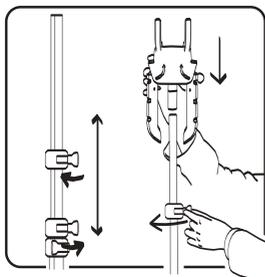

рис.1
6.1.4 Установите коннектор для подсоединения вешалки в отверстие на основании вешалки, а затем зафиксируйте вешалку для одежды на стойке. Закрепите распылитель в правильном положении на подставке (рис.1,2).